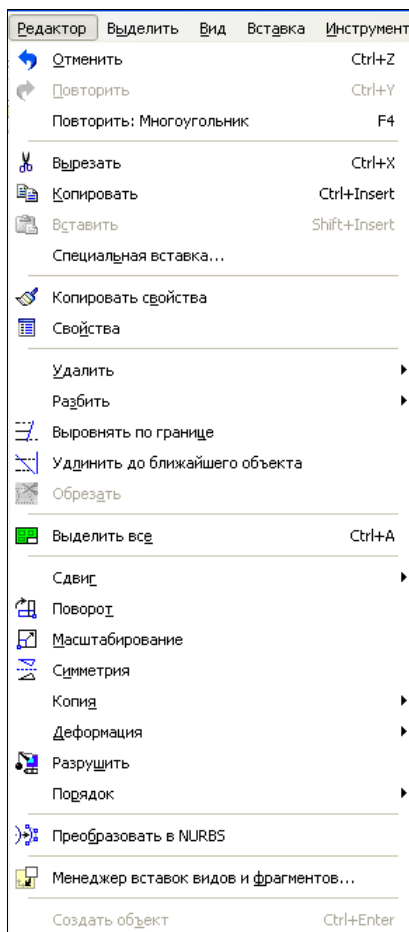

Рис. 3.3. Выпадающее меню пункта **Редактор**
- ◆ **Редактор** — осуществляет отмену выполненных команд, редактирование частей чертежа, связь с буфером обмена Windows и вставку фрагментов (рис. 3.3);